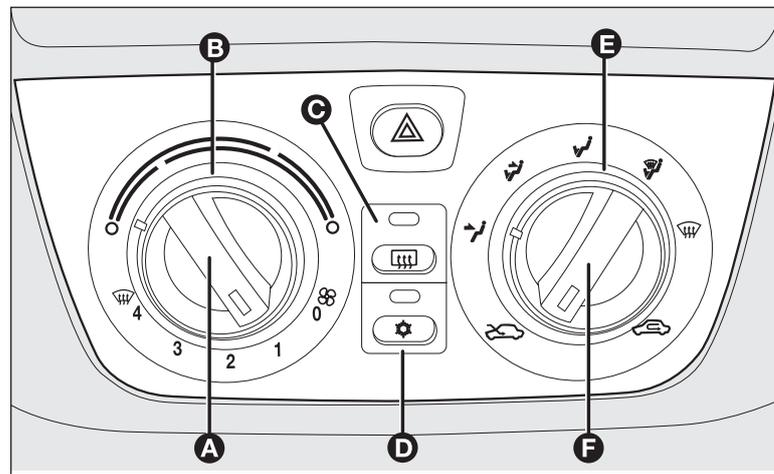

fig. 59
Tourner le sélecteur **B-fig. 59** à droite (index sur le secteur rouge) pour augmenter la température ou à gauche pour la diminuer ;
- tourner le sélecteur **B-fig. 59** sur le secteur bleu ;
Positionner la manette **F-fig. 59** sur .
- tourner le sélecteur **B-fig. 59** sur le secteur rouge ;
- désactiver le recyclage de l'air d'habitacle en positionnant la manette **F-fig. 59** sur  ;
Appuyer sur le bouton **C-fig. 59** pour activer cette fonction : L'activation de cette fonction est signalé par l'allumage de la DEL sur le bouton.
- tourner le sélecteur **B-fig. 59** sur le secteur bleu pour sélectionner la température ;